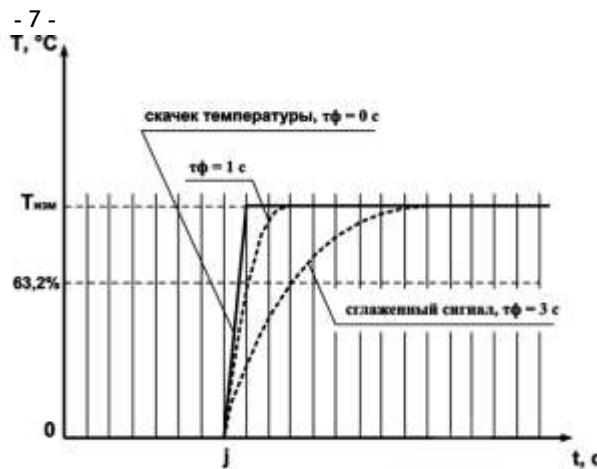

Рисунок 3.6
3.2.4.2 Цифровой фильтр устраниет шумовые составляющие сигнала, осуществляя его экспоненциальное сглаживание. Основной характеристикой экспоненциального фильтра является т_Ф – постоянная времени цифрового фильтра, параметр F_т 1 (F_т2, F_т3, F_тЧ) – интервал, в течение которого температура достигает 63,2% измеренного значения Тизм (рисунок 3.6).